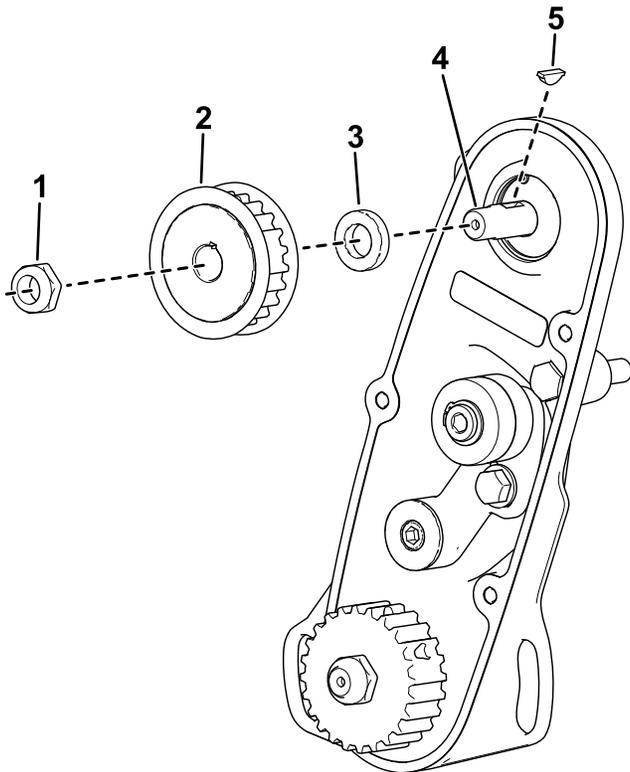

図 6
- B. スペーサー 図 6 を取り付ける。
- C. キーをドライブシャフトのキー溝 (図 6) に取り付ける。
- D. プーリー 図 6 を取り付ける。
- E. ナットを使って、新しいリールドライブシャフトをアセンブリ (図 6) に固定する。